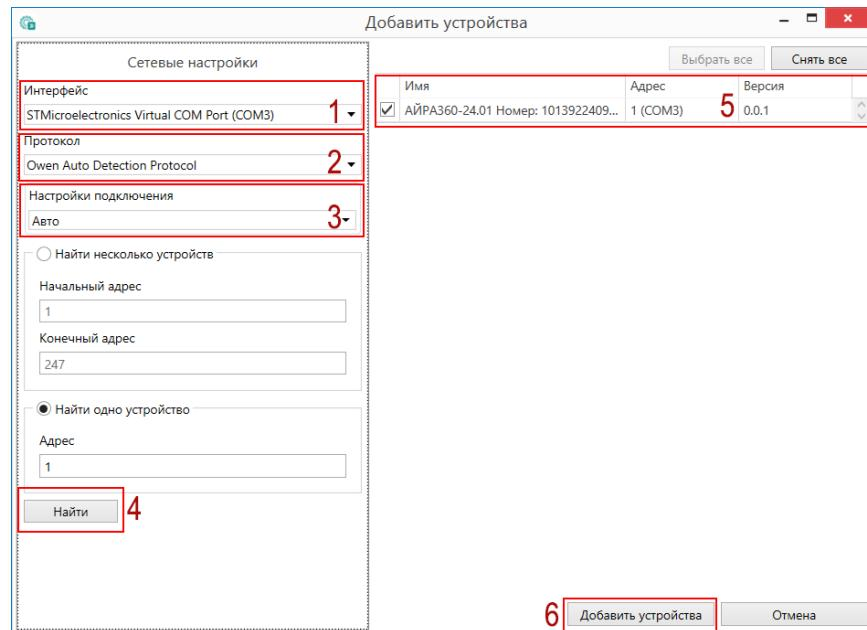

Рисунок 12.1 – Настройки связи с устройством
6. Выбрать интерфейс «STMicroelectronics Virtual COM Port» (см. рисунок 12.1, 1). Номер COM порта, присвоенный прибору, можно узнать в Диспетчере устройств Windows.
7. Выбрать протокол **Owen Auto Detection Protocol** (см. рисунок 12.1, 2).
8. Выбрать устройство (Пункт 3 на рисунок 12.1). Модификация прибора указана на боковой стороне прибора.
9. Выбрать «Найти одно устройство», если добавляется один прибор. Нажать **Найти**. Запустится поиск устройств. (см. рисунок 12.1, 4).
10. Выделить найденное устройство (см. рисунок 12.1, 5).
11. Нажать кнопку **Добавить устройства**. Устройство будет добавлено в проект Конфигуратора. (см. рисунок 12.1, 6).